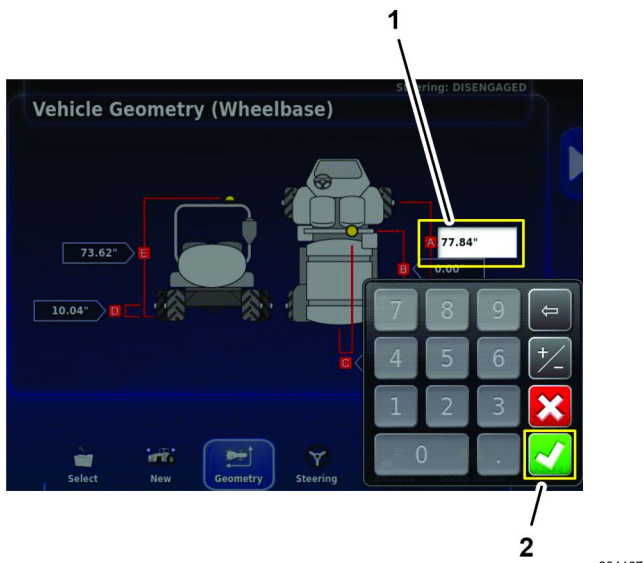

Рисунок 189
1. Нажмите на значок расстояния между осевыми линиями переднего и заднего мостов (A), с помощью клавиатуры на экране введите результат измерения, записанный в таблице геометрических характеристик машины в разделе Измерение геометрических характеристик машины \(страница 91\), и нажмите на значок подтверждения (Рисунок 189).